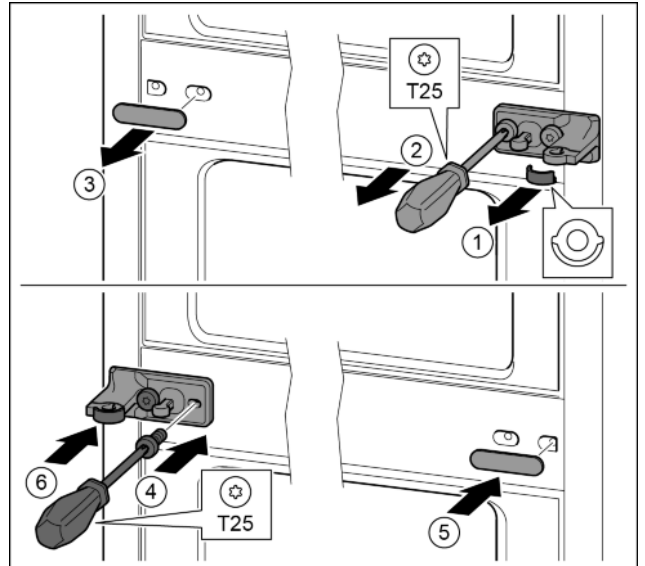

Fig. 33
- ▶ Снять шайбу. Fig. 33 (1)
- ▶ Выкрутить винты отверткой T25. Fig. 33 (2)
- ▶ Осторожно снять крышку. Fig. 33 (3)
- ▶ Плотнo прикрутить опорный кронштейн с подкладкой с поворотом на 180° с другой стороны. Fig. 33 (4)
- ▶ Установить крышку с поворотом на 180° с другой стороны. Fig. 33 (5)
- ▶ Спереди надвинуть шайбу. Fig. 33 (6)